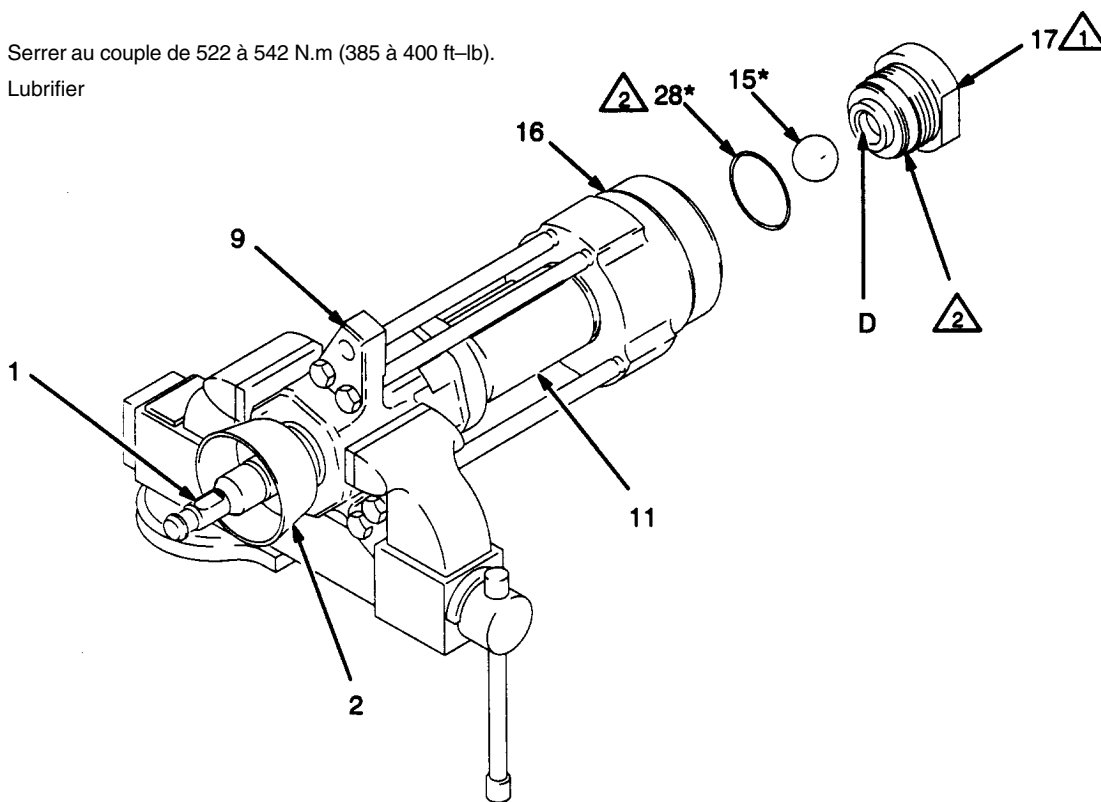

Fig. 5
1. Placer le bas de pompe en long dans un gros étau, les mors prenant sur la carter de sortie (9), comme représenté à la Fig. 5. Au moyen de la clef (104), fournie, desserrer, mais sans le déposer, l'écrou de presse-étoupe (2).
2. Dévisser le clapet d'entrée (17) du carter d'entrée (16) à l'aide d'une clef à pipe. Faire en sorte de récupérer la bille (15) du clapet d'entrée (15) lorsqu'on dépose ce dernier, de telle sorte que la bille ne tombe pas et ne soit pas détériorée. Retirer le joint torique (28) du clapet d'entrée. Examiner la bille et le siège (D) du clapet d'entrée à la recherche d'usure ou de détériorations. Voir Fig. 5.
11. Placer la pompe en long dans l'étau, les mâchoires prenant sur le carter de sortie (9), comme représenté à la Fig. 5.
12. Mettre en place le joint torique (28*) sur le clapet d'entrée (17). Lubrifier le joint torique et les filets du clapet d'entrée. Placer la bille d'entrée (15*) dans le carter d'entrée (16), puis visser le clapet d'entrée à la main dans le carter d'entrée.
13. Au moyen d'une clef à pipe, serrer le clapet d'entrée (17) au couple de 522 à 542 N.m (385 à 400 ft-lb). Voir Fig. 5.
14. Serrer l'écrou de presse-étoupe (2) au couple de 129 à 142 N.m (95 à 105 ft-lb).